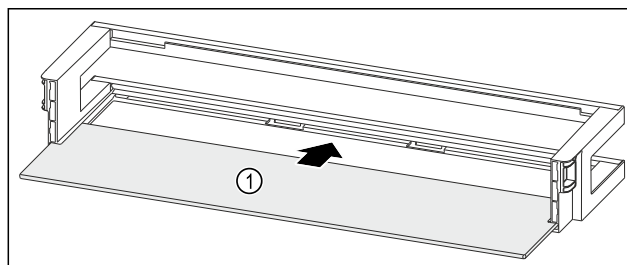

Fig. 50 Półka w drzwiach z półką
- ▶ Wsunąć półkę Fig. 50 (1) w boczne wycięcia.